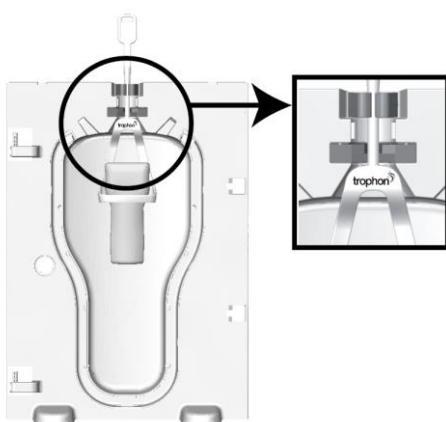

Abbildung 4
- **WUPH-A** trophon Wireless Ultrasound Probe Holder-A (WUPH-A) hält eine kompatible drahtlose Ultraschallsonde in der trophon-Kammer. Er kann mit mit trophon EPR- und trophon2-Geräten verwendet werden (siehe Abbildung 4 bzw. Abbildung 5).